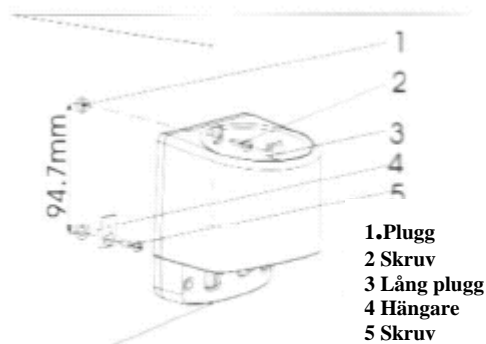

Bild 2
1. Borra 2 hål med 6 mm diameter enligt bild 2. Sätt sedan in bifogade plugg i hålen och skruva fast fästet i det undre hålet.